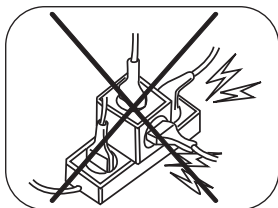

Fig. 4
- 3►**Nunca** utilize extensões, adaptadores, benjamins ou transformadores de voltagem (Fig. 4, pág. 9).